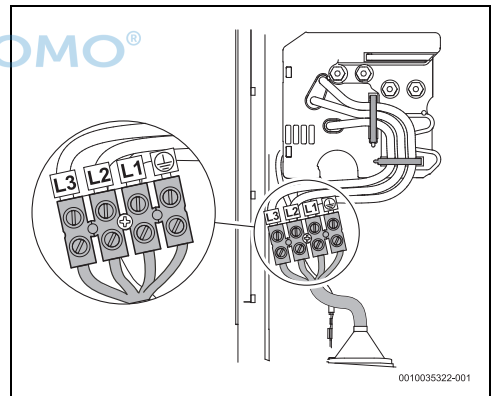

Fig. 86 Raccord inférieur
- Raccordement inférieur (fig. 86)